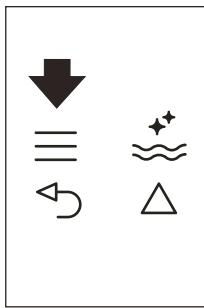
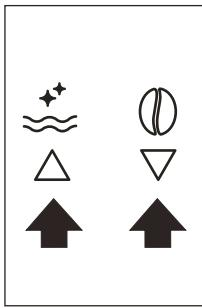

Fig. 22
Fig. 9
- Apăsați pe pictograma (B2) pentru a accesa meniul (Fig. 22), apoi apăsați pe pictogramele (B7) și (B8) (Fig. 9) până când se afișează mesajul „PROGRAM CAPPUCINO”.
- Apăsați pe pictograma SET (SETARE) \equiv (B2) pentru a accesa meniul (Fig. 22) sau apăsați pe pictogramele $\triangle \downarrow$ (B7) și (B8) (Fig. 9) până când se afișează mesajul „PROGRAM CAPPUCCINO”.
- Apăsați pe pictograma **ok** (B9) pentru a confirma, apoi pe pictogramele (B7) și (B8) (Fig. 9) până când se afișează mesajul „COFFEE FOR CAPPUCC.” (CAFEA PENTRU CAPPUCC.).